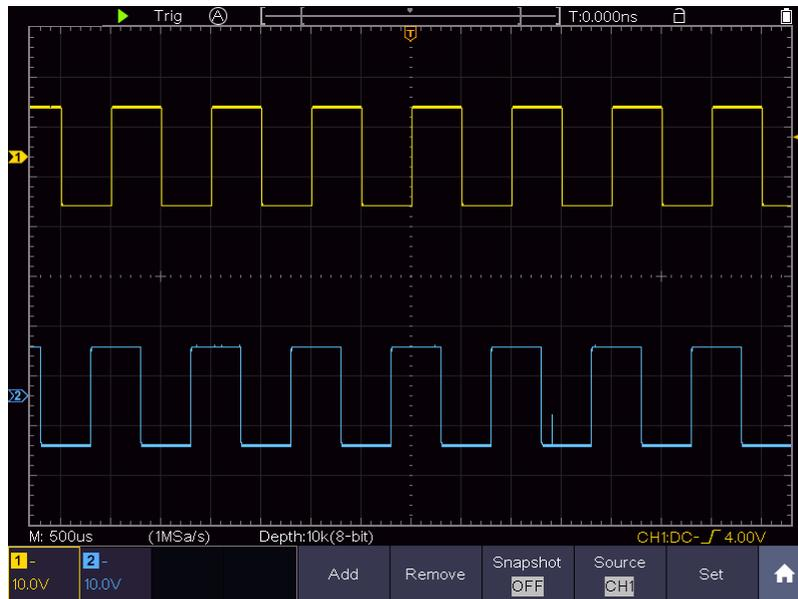

Figure 8-2 アンプ回路のゲインの測定
- (1) **Autoset** ボタンを押して、2 つのチャンネルの波形を適切に表示させます。
- (2) **Home** をタップしてメニュー・パネルを開き、**Measure** をタップして自動測定メニューを開きます。
- (3) **Add** をタップします。
- (4) 左メニューで **PK-PK** を選択します。
- (5) 右メニューの **Source** をタップして **CH1** を選択します。
- (6) 右メニューの **Add** をタップすると、CH1 の peak-to-peak (ピーク・トゥ・ピーク) が追加されます。
- (7) 左メニューで **PK-PK** を選択します。
- (8) 右メニューの **Source** をタップして **CH2** を選択します。
- (9) 右メニューの **Add** をタップすると、CH2 の peak-to-peak (ピーク・トゥ・ピーク) が追加されます。
- (10) 画面左下から CH1 (入力信号) と CH2 (出力信号) のピーク・トゥ・ピーク電圧値を読み取ります。(see Figure 8-2)
(11) 下記の式でアンプのゲインを算出します。